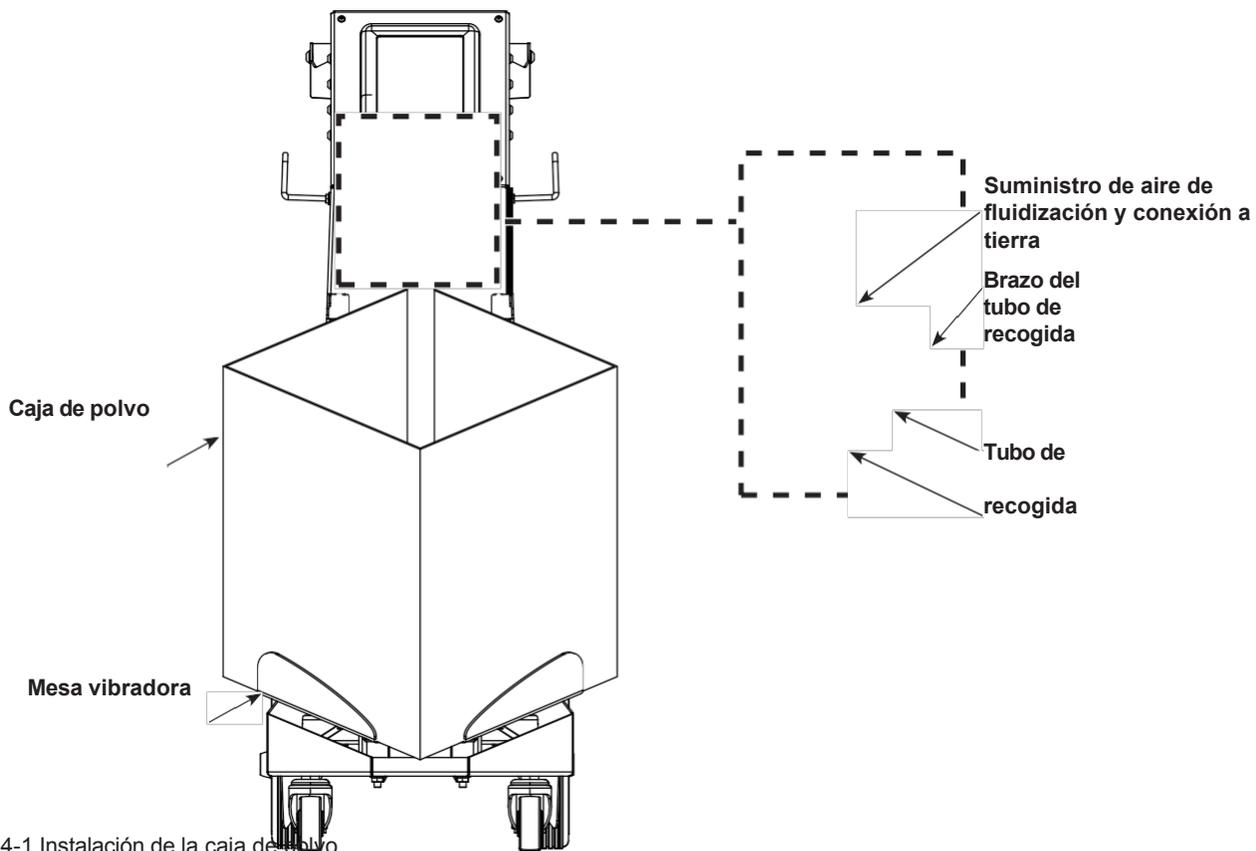

Figura 4-1 Instalación de la caja de polvo
1. Véase la figura 4-1. Levante el tubo de recogida y gire el retén del tubo hacia abajo y por debajo del extremo del tubo de recogida para sujetarlo en el brazo.